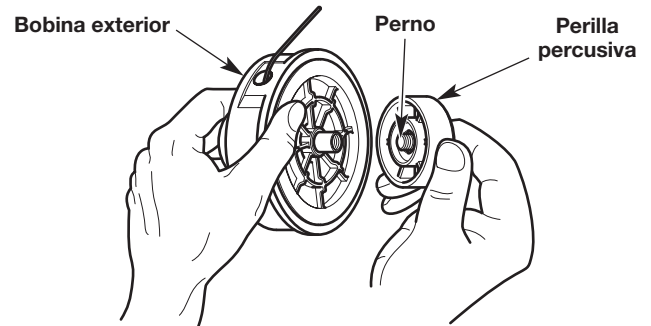

Fig. 16
1. Sostenga la bobina exterior con una mano y desenrosque la perilla de impacto en sentido a las agujas del reloj (Fig. 16).